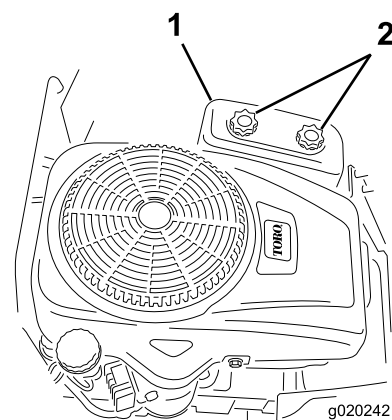

Figure 37
4. Retirez le couvercle du filtre à air en desserrant les 2 boutons (Figure 37).
3. Reposez le couvercle du filtre à air et serrez les 2 boutons (Figure 37).